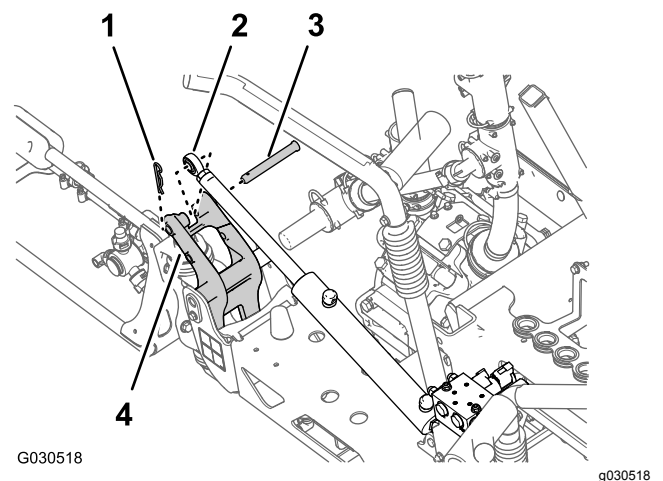

Figura 72
3. Rimuovete la coppiglia e il perno con testa che fissano l'estremità dell'asta del cilindro di sollevamento alla staffa orientabile (Figura 72).